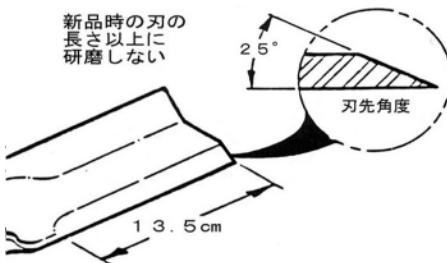
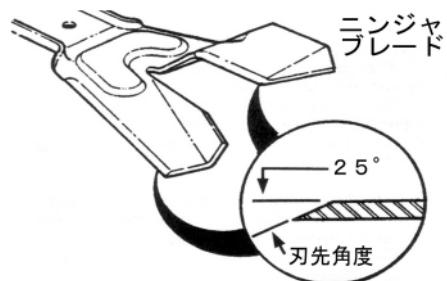

図6-3
図6-3-1
- グラインダで $22^{\circ} \sim 28^{\circ}$ 位に研磨します。刃の長さは端から約13.5cmにします。（図6-3）（図6-3-1）